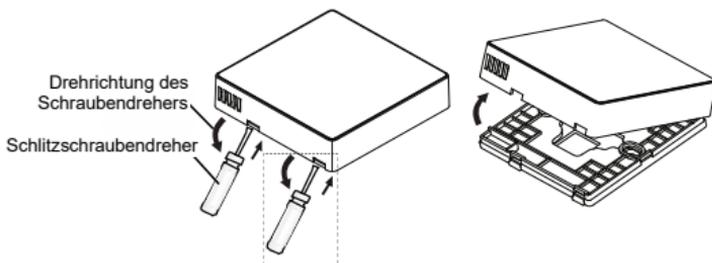

Abb. 3.3
- 1) Stecken Sie den kleinen Schlitzschraubendreher in die Aussparung im Unterteil der Kabel-Fernbedienung, und drehen Sie ihn in Pfeilrichtung des Pfeils an der Rückwand der Kabel-Fernbedienung. Achten Sie auf die richtige Drehrichtung, um die Rückwand nicht zu beschädigen. (Siehe Abb. 3.3.)